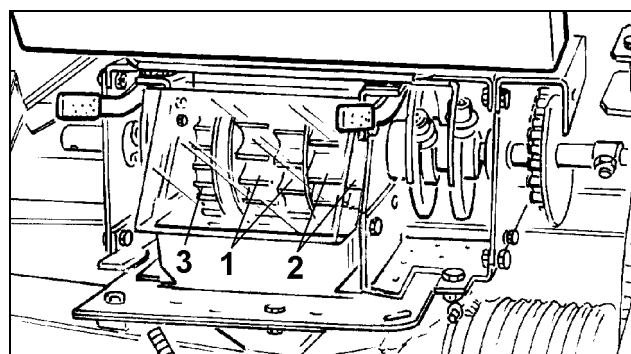

Рис. 59
- основную высевальную катушку, белого цвета (Рис. 59/1)
- основную высевальную катушку, оранжевого цвета (Рис. 59/2)
- высевальную катушку для мелкосемянных культур, черно-красного цвета (Рис. 59/3).